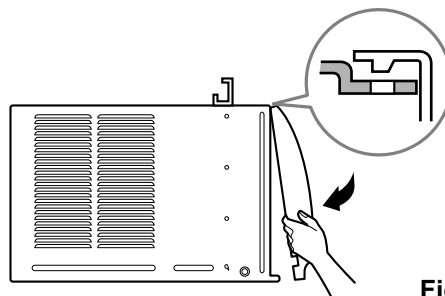

Fig. 10
13. Fixez la grille avant au boîtier en en insérant les languettes de la grille dans les encoches situées à l'avant du boîtier. Poussez la grille jusqu'à ce que vous l'entendiez cliquer en place. (Voyez la fig.10)